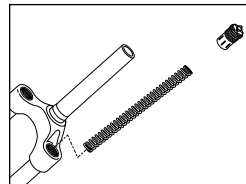

Fig. 4
2. Rimuovere i gruppi elastici (Fig. 4).